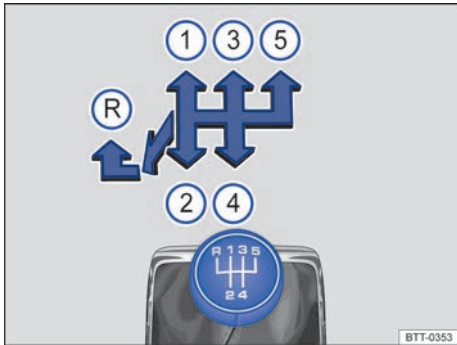
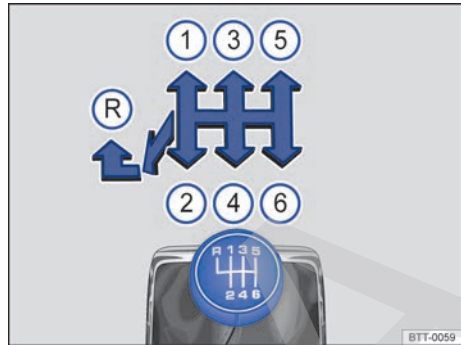

Fig. 98 Esquema de la transmisión manual de 5 marchas.
Fig. 99 Esquema de la transmisión manual de 6 marchas.
Las posiciones de cada marcha están representadas en la palanca de cambios \Rightarrow fig. 98 y \Rightarrow fig. 99.
- Mueva la palanca de cambios completamente hacia la izquierda y después hacia adelante para situarla en la posición de la marcha atrás \Rightarrow fig. 98 y \Rightarrow fig. 99 .